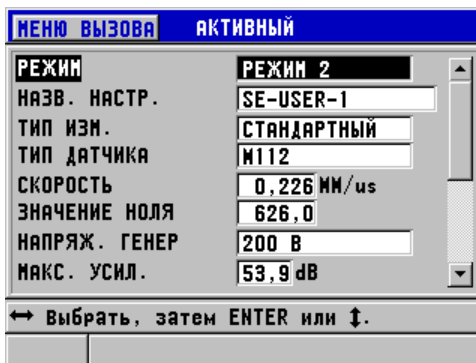

Рис. 10-1 Экран АКТИВНЫЙ для настройки одноэлементного ПЭП
5. В окне **АКТИВНЫЙ** (см. Рис. 10-1 на стр. 176):